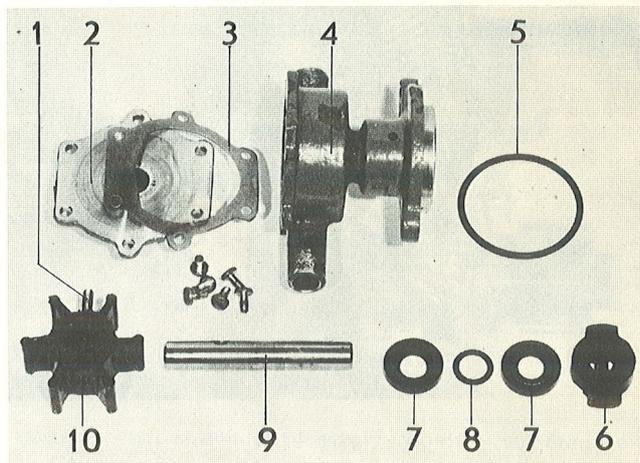

Figure 51. Pompe à eau de mer
1. Démontez le couvercle de la pompe à eau de mer. **Faire attention aux entrées d'eau éventuelles dans le moteur.** Avec deux tournevis, sortez l'arbre et la turbine du corps de pompe jusqu'à ce qu'il soit possible de dévisser la vis (1, figure 51) de fixation de la turbine. **REMARQUE:** Envelopper les lames de tournevis afin d'éviter d'endommager le corps de pompe.
1. Démontez la pompe à eau de mer. **Faire attention aux entrées éventuelles d'eau dans le moteur.** Démontez la commande (6, figure 51).